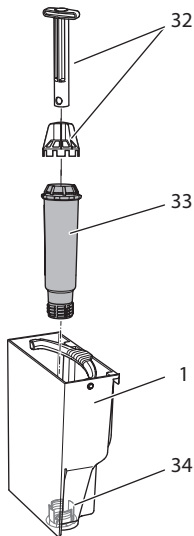

Fig. 19: Iskruning/udskrining af vandfilter
- Fjern vandfilteret (se Fig. 19 på side 183).
9. Sæt et nyt filter ind i vandbeholderen (se Fig. 19).
3. Fjern vandfilteret (se *Fig. 19*).